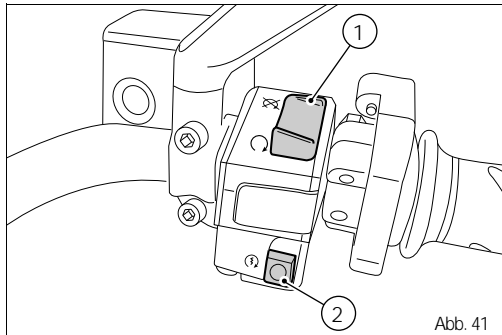

Abb. 41
- 1) wird der Code erkannt, deaktiviert das Schutzsystem die Motorsperre. Auf das Drücken der START-Taste (2, Abb. 41) hin, springt der Motor an.
Rechter Umschalter (Abb. 41)